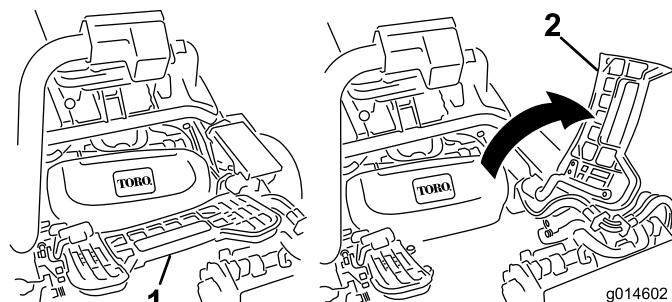

图35
2. 提起脚踏板并翻开，以便接触到中间滚刀组位置（图35）。